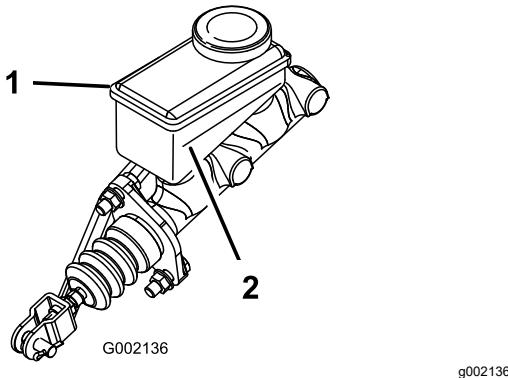

Рисунок 63
5. Проверьте уровень жидкости в боковой части бачка (Рисунок 63).
- B. Доливайте тормозную жидкость DOT 3 в бачок, пока ее уровень не будет выше отметки «Минимум» (Рисунок 63).